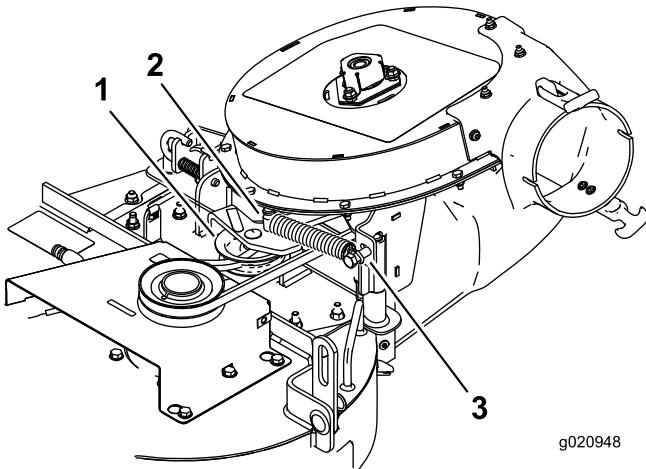

Figura 29
11. Instale el muelle sobre la clavija de la polea tensora (Figura 29).
12. Estire e instale el muelle en el perno de cuello largo (Figura 29).